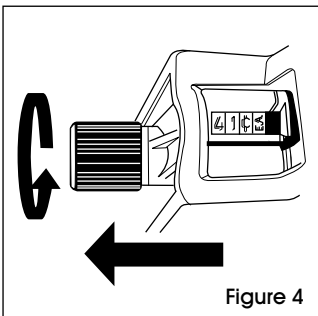

Figure 4
1. Tirez sur le bouton jusqu'à ce que les indicateurs soient sur la bande désirée. (Voir Figure 4)